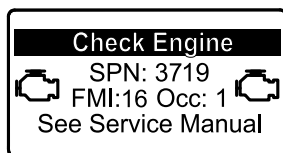

図 36
- ・ 駐車再生が必要になると、インフォセンターにエンジン警告 SPN 3719, FMI 16 図 36 が表示され、エンジン出力が 85% にダウンします。